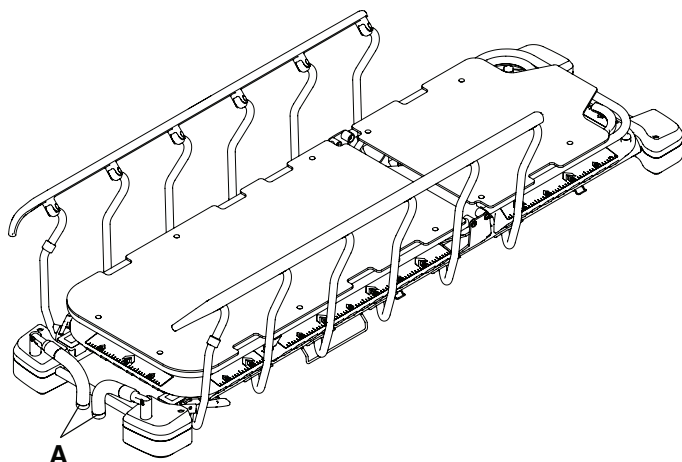

Figura 10 – Almacenamiento de las asas de empuje del extremo de los pies
4. Invierta los pasos para guardar las asas de empuje del extremo de los pies (A) (Figura 10).